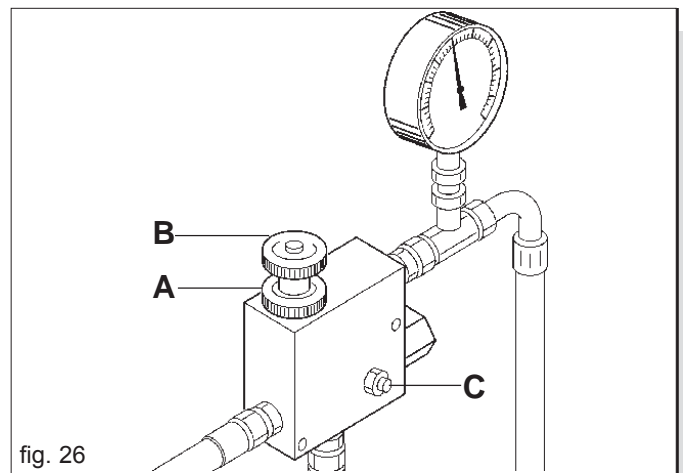

fig. 26
Wenn man die Gebläseumdrehungen für die Verteilung von schwereren Samen erhöhen will, mit Vorsicht und Achtung wie folgt vorgehen (Abb. 26):
- Die Feststellnutmutter lockern (A Abb. 26);
- Regelventil (B Abb. 26) im Uhrzeiger- oder Gegensinn drehen um den Druck zu senken oder zu erhöhen und daher die Gebläseumdrehungen zu ändern.
**Andernfalls unbedingt sicherstellen, daß keine Personen an das Heckanbaugerät herantreten können. Es ist für irgendwelchen Grund verboten die Höchstdruckventilschraube (C Abb. 26) zu verstellen, da sich die Einstellung der Anlage ändern würde und deshalb Motor- oder Pumpenbruch verursachen.**